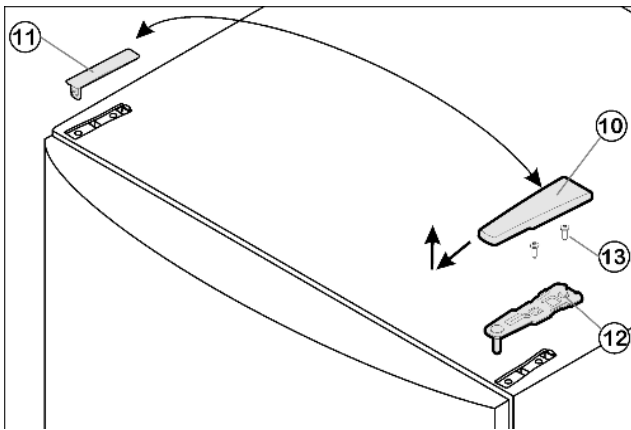

Fig. 4
- ▶ Крышку Fig. 4 (10) снимите движением вперед и вверх.
- ▶ Снимите крышку Fig. 4 (11).
- ▶ Открутите верхний опорный кронштейн Fig. 4 (12)(2 шт. Torx 25) Fig. 4 (13) и вытяните вверх.
- ▶ Установите верхний опорный кронштейн *Fig. 4 (12)* на новой стороне шарнира и защелкните в дверце.
- ▶ Прикрутите верхний опорный кронштейн *Fig. 4 (12)* (2 шт. Torx 25) *Fig. 4 (13)*. При необходимости просверлите отверстия или используйте аккумуляторную отвертку.
- ▶ Защёлкните крышку *Fig. 4 (10)* и крышку *Fig. 4 (11)* на противоположной стороне.